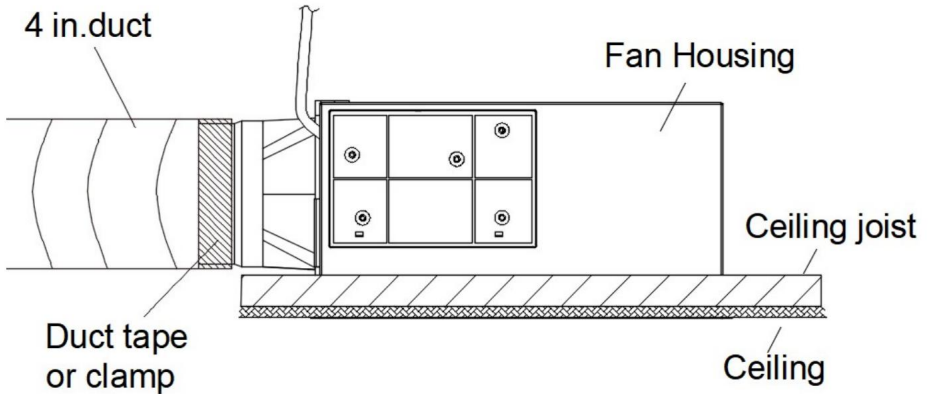

Fig.6.
7. Installez un conduit circulaire de 4 po (non inclus) et fixez-le avec du ruban adhésif ou des colliers (non inclus). Terminez les travaux au plafond. Le trou au plafond doit être aligné avec le bord du boîtier du ventilateur. (Voir la Fig. 6.)